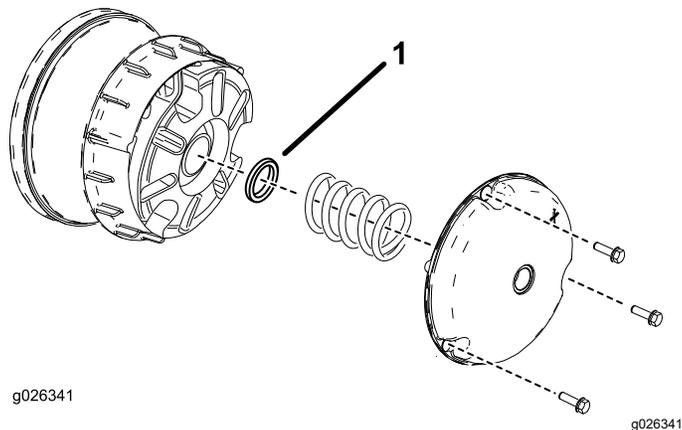

Рисунок 59
- Отверните болты крепления крышки первичной муфты сцепления, как показано на Рисунок 59.